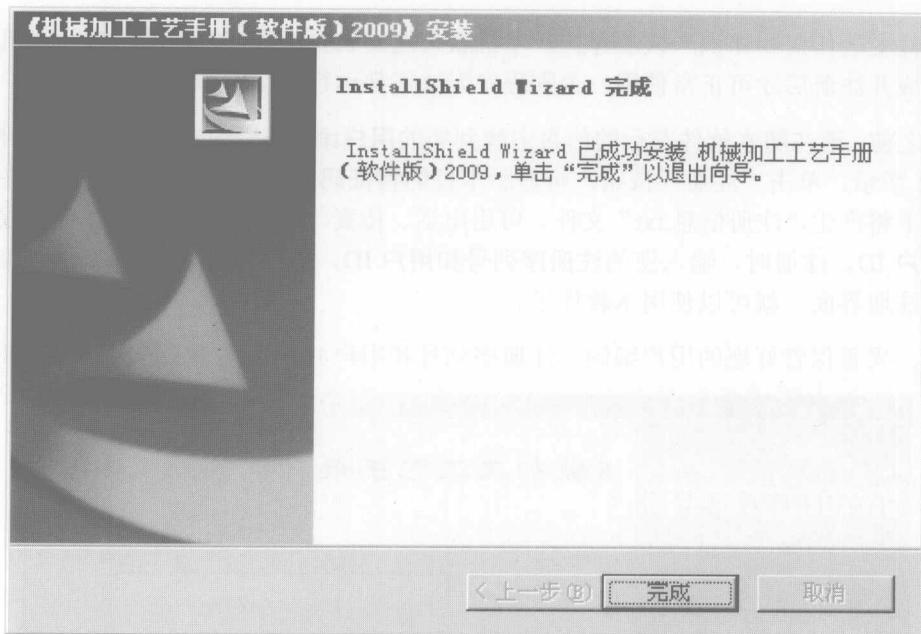

图 1-11 安装程序的结束界面
(10) 最后, 屏幕上显示如图 1-11 所示的安装程序的结束界面。单击“完成”按钮, 完成整个安装过程。